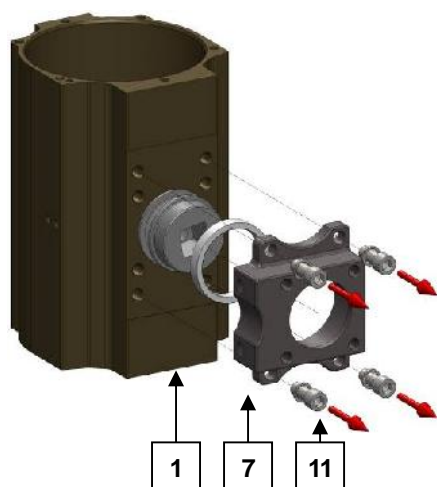

Fig.10
9. Appoggiare l'attuatore su di un lato delle testate del corpo ( 1 ) e sfilare la piastra ( 7 ) svitando in ordine incrociato le viti di fissaggio ( 11 ) vedi Fig. 10 ;